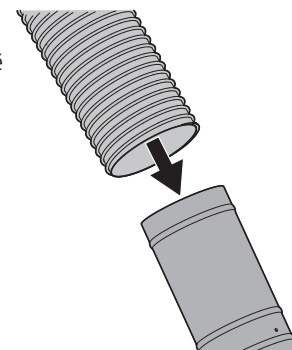

Figure 27
2. Faites glisser la goulotte supérieure en la déplaçant sur le coude de la goulotte déjà monté sur le plateau de coupe comme indiqué dans la Figure 27.